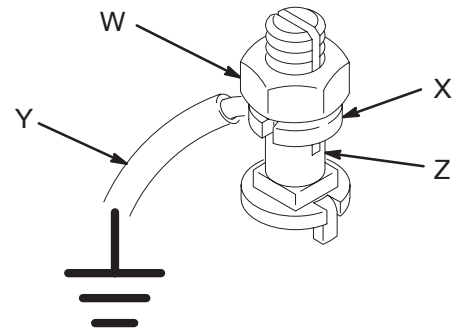

Fig. 1
1. **Pompe:** utiliser un fil et une pince de terre. Voir Fig. 1. Desserrer l'écrou (W) et la rondelle (X) de la borne de mise à la terre. Introduire l'une des extrémités d'un fil de terre (Y) de 1,5 mm2 minimum dans la fente de la borne (Z) et serrer l'écrou à fond. Raccorder l'autre extrémité du fil à une véritable prise de terre. Pour passer commande du fil et de la pince de terre, indiquer le numéro de référence 237569.